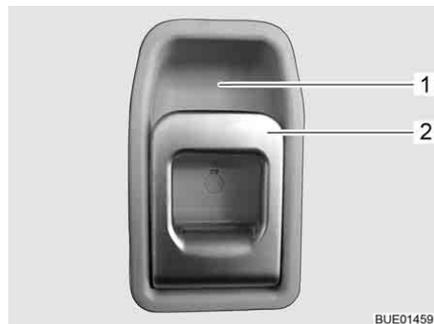

Fig. 31 Serratura della porta di ingresso, lato interno
- Tirare la maniglia (Fig. 31,2). La serratura della porta si sblocca.
- Premere la maniglia (Fig. 31,2) in alto verso l'impugnatura (Fig. 31,1).